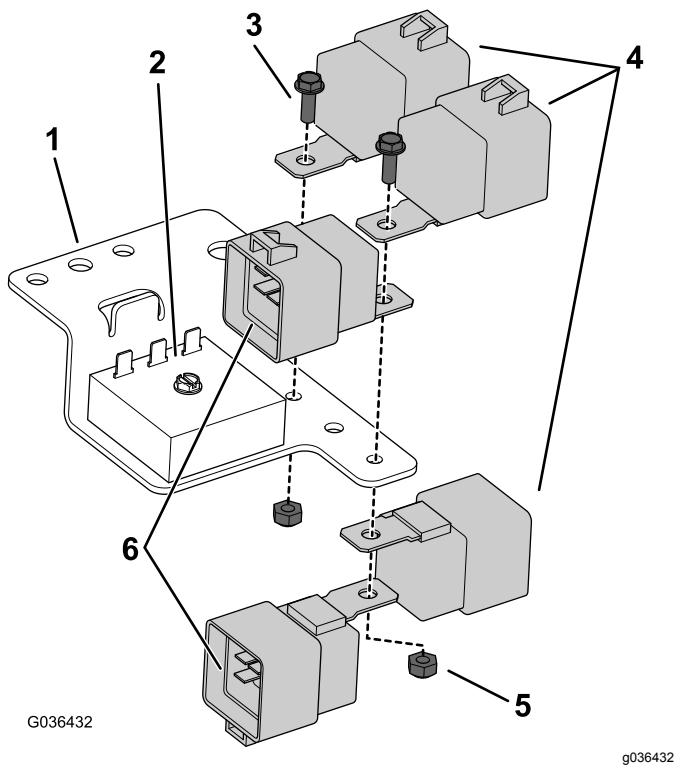

図 26
1. リレー5個をブラケットに取り付けるボルト10-24 x 0.56" 2本とロックナット2個を使用する 図 26。
- D. デッキ用ハーネスのコネクタ3個と遅延ワイヤハーネスのコネクタ2個を、リレーブラケットに先ほど取り付けした5個のリレーに接続する。接続の向きについては図 26を参照する。